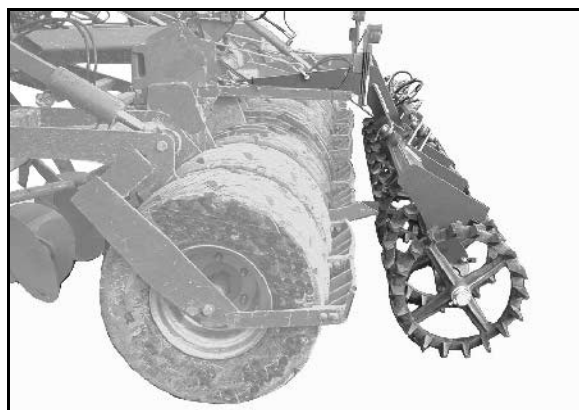

Fig. 41
- d'un rouleau garni d'un cuvelage (Fig. 41) ou